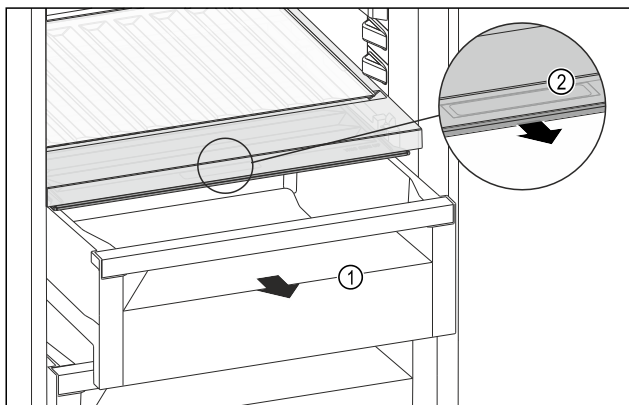

Fig. 123
- ▶ Extraer el compartimento Fig. 123 (1).
- ▶ Agarrar el tirador empotrado Fig. 123 (2) en la tapa del compartimento y tirar de la tapa del compartimento hacia delante al mismo tiempo.